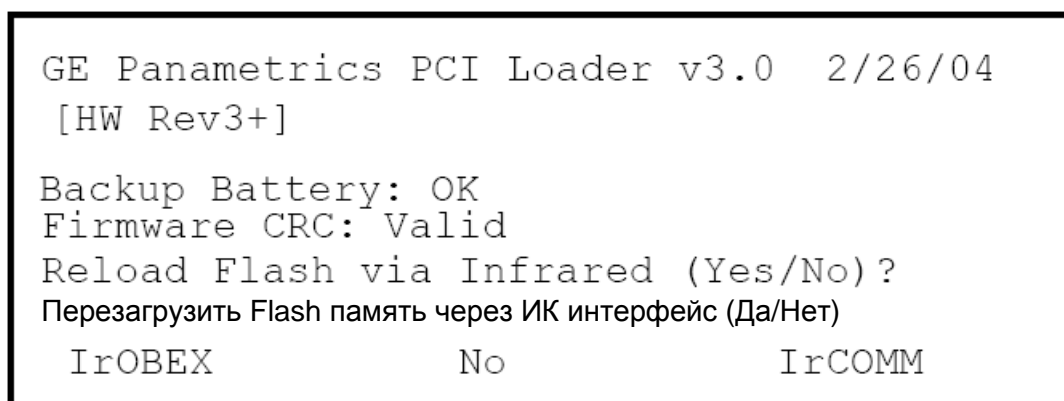

Рис. 9-28: Окно перезагрузки Flash памяти
- Нажмите клавишу [F3] (OK) для подтверждения того, что Вы хотите стереть программу.
4. Прибор запросит подтверждение. Повторите опции, указанные на Шаге 1 выше. После перезагрузки PT878GC появится экран подобный приведенному ниже рис. 9-28.